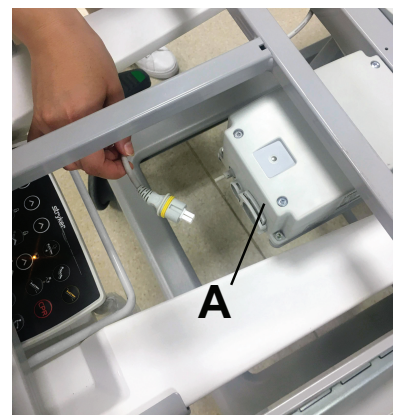

图 8 – 锁定或解锁电池电缆
2. 找到电池位置 (图 8)。
4. 按电池电缆锁将电池电缆锁定到电池内 (A)。